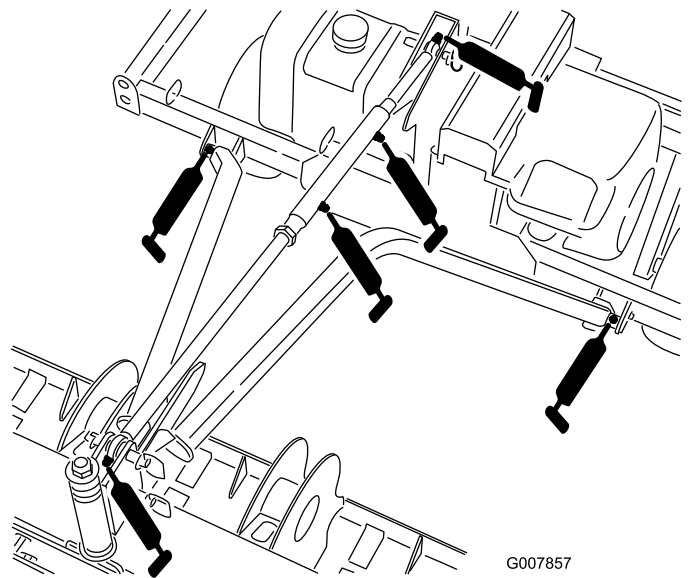

Figura 40
- Telaio traino, Qtà 2 (Figura 40)